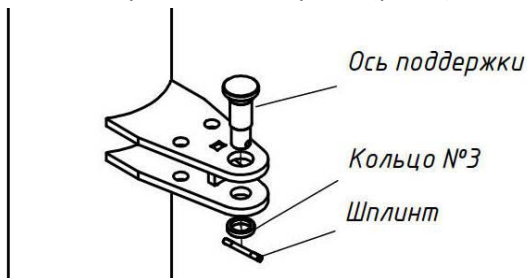

Рис.6 Демонтаж оси поддержки
1.2.2. Освободив от шплинта, вынуть ось поддержки (рис.6)